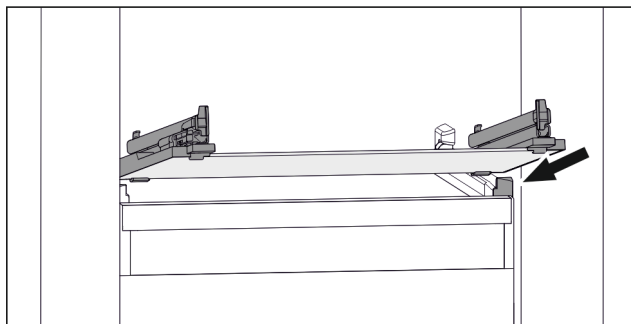

Fig. 77 Reprezentare exemplificativă a plăcii de sticlă
- ▶ Așezați placa de sticlă oblic în spatele opritoarelor. (vezi Fig. 77)